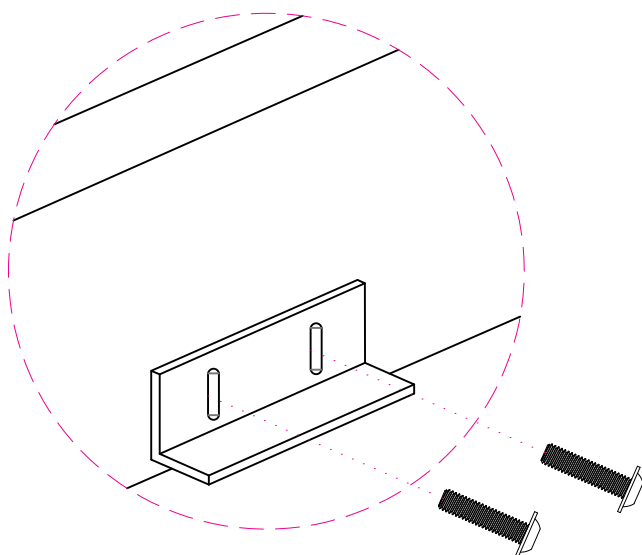

## Figura 2 - Picture 2
Avvitare gli angolari in plastica. ( Figura 2 - Fase 2 )
*Screw the plastic supports. ( Figura 2 - Fase 2 )*